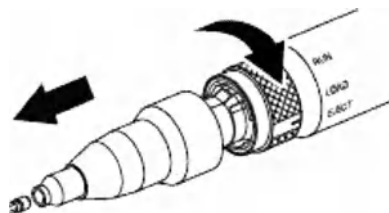

Рис. 5 Отсоединение патрона и режущих принадлежностей
3. Отсоедините патрон от рукоятки (рис. 5)